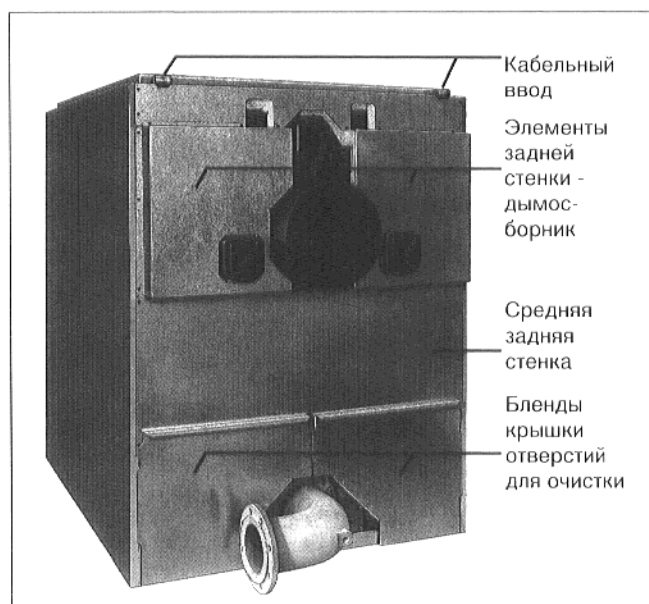

Рис. 46
- Насадить заднюю стенку дымосборника, состоящую из двух частей, так чтобы вырезы находились над крышками отверстий для очистки дымосборника (рис. 46).
- Привинтить винтами для листового металла заднюю стенку дымосборника сверху у верхней стенки дымосборника, и сбоку, к боковым стенкам (рис. 46).
- Вставить среднюю заднюю сетку котла накладками под заднюю стенку дымосборника и привинтить винтами для листового металла к боковым стенкам (рис. 46).
- Зацепить бленды крышек отверстий для очистки крючками в шлицах боковых стенок (рис. 46).
- Привинтить пластмассовый кабельный ввод сзади, сверху, к поперечине (рис. 46).